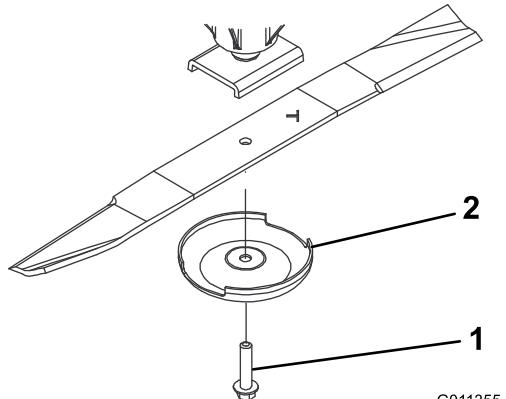

図 14
2. ぼろきれや厚いパッドの入った手袋を使ってブレードの端部をしっかりと握る。スピンドルのシャフトからブレードボルト、芝削り防止カップ、ブレードを取り外す(図14)。
3. ブレードを取り付ける時は、セール(立ち上がっている部分)がカッティング・デッキの天井を向くように取り付け、芝削り防止カップをつけてブレード・ボルトで固定する(図14)。各ブレード・ボルトを85~110 ft.-lb (115~150 Nm = 11.7~15.2 kg.m)にトルク締めする。